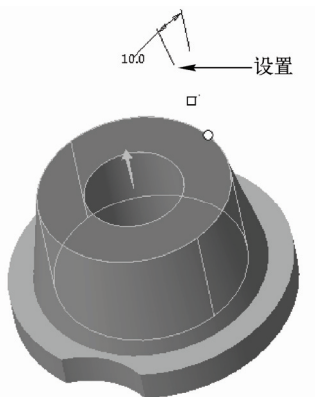

图 6-106 设置参数
STEP 05 在绘图区中选择模型的顶面为拔模枢轴，此时系统自动显示拔模角度，设置拔模角度为“10.0”，如图 6-106 所示。